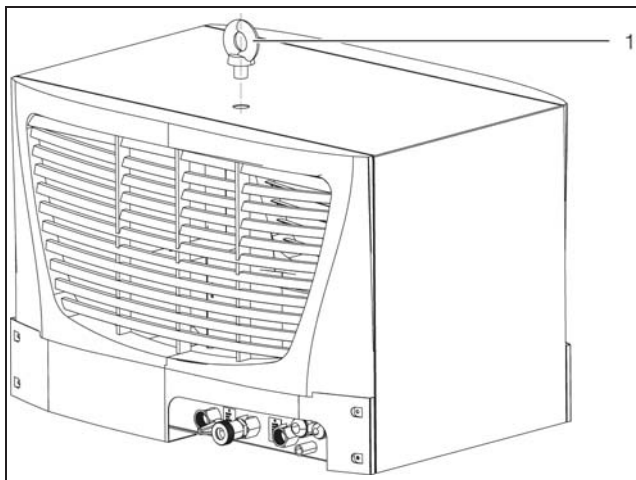

Abb. 17: Augenschraube für Transport (abgebildet 3318.600, exemplarisch)
- Transportieren Sie den Chiller nur auf der mitgelieferten Palette bzw. an der dafür vorgesehenen Augenschraube (Abb. 17, Pos. 1).